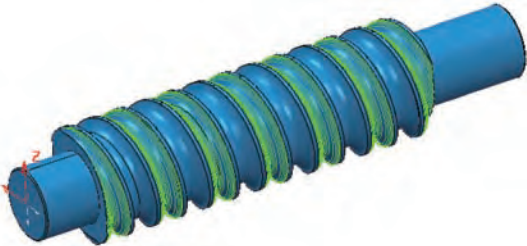

图 19 粗加工刀具轨迹
(7) 生成左、右边粗加工刀具路径。在图 17 设置刀具路径参数的表格中，参考线的下拉选项中分别选取创建的参考线“2”，参考线“3”，设置完相关参数后，单击“应用”按钮。如图 19 所示。